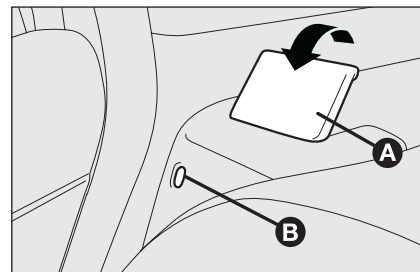

fig. 89
- soulever le levier **A-fig. 89** de retenue du dossier et rabattre celui-ci en avant. Le soulèvement du levier est mis en évidence par une "bande rouge" **B**.